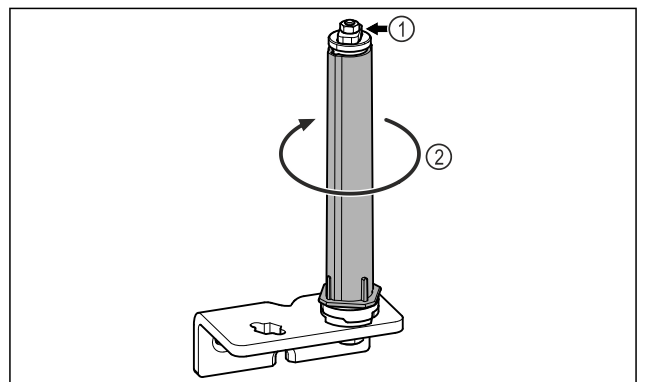

Fig. 22
- ▶ Ne pas démonter le système de fermeture de la porte Fig. 22 (1).
- ▶ Faire tourner le système de fermeture Fig. 22 (2) jusqu'à entendre un clic.